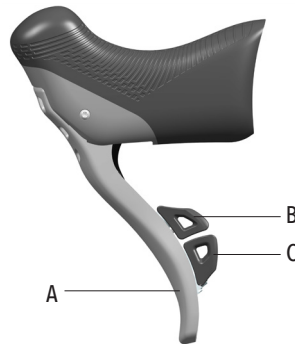

Fig.7
- A - Maneta del freno (Fig.7)
- B - Maneta superior (Fig.7)
- C - Maneta inferior (Fig.7)
El accionamiento de la maneta A (Fig. 7) provoca el funcionamiento del freno: compruebe, accionando cada mando, a qué rueda corresponde dicho accionamiento.